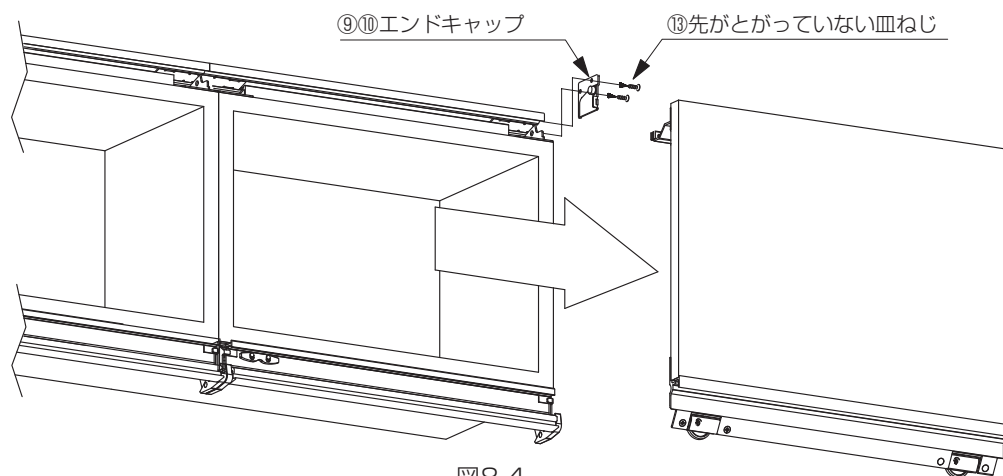

図8-4
- 1 キャビネット両端どちらかの⑨⑩エンドキャップを取外します（図8-4）。
- 2 扉を引き出しスライドさせ、端から扉を取外します（図8-4）。
- ⚠ 左右の③扉ブラケット及び、ローラーがレールから外れるまでは、絶対に扉から手を離さないでください。